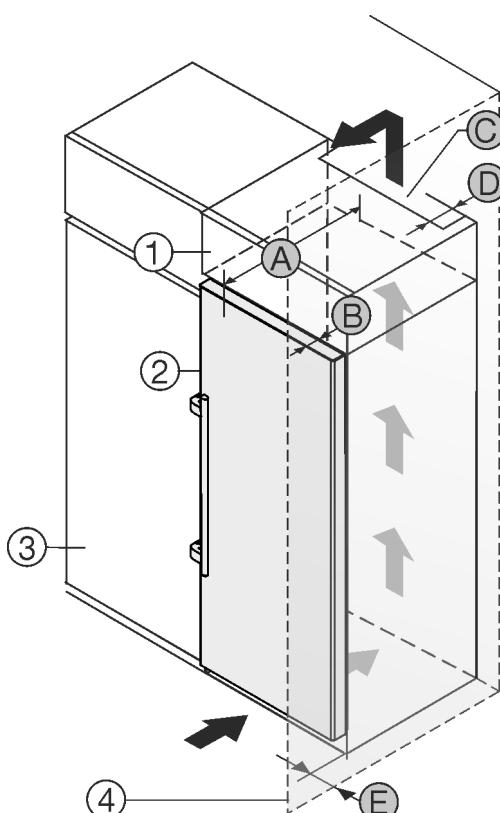

Fig. 2
Ju mund ta instaloni pajisjen direkt ngjitur me dollapin e kuzhinës Fig. 2 (3).*
Në faqen e pasme të dollapit së montimit duhet të ketë një hapësirë ajrimi me thellësi Fig. 2 (D) në të gjithë gjërësinë e dollapit të montimit.*
Nën mbulesën e hapësirës duhet respektuar respektuar seksioni tërthor i qarkullimit të ajrit Fig. 2 (C).*
Nëse instaloni pajisjen me mentesha pranë një muri Fig. 2 (4), atëherë duhet që distanca midis pajisjes dhe murit të jetë të paktën 57 mm. Kjo përkon me zgjatimin e dorezës kur dera është e hapur.*
Në mënyrë që dera të mund të hapet plotësisht, duhet që pajisja të dalë jashtë përparrë kanatit të dollapit të kuzhinës sa thellësia e derës Fig. 2 (B). Në varësi nga thellësia e dollapëve të kuzhinës Fig. 2 (3) dhe përdorimi i ruajtësve të distancës nga muri, pajisja mund të dalë më shumë përparrë dollapit.*